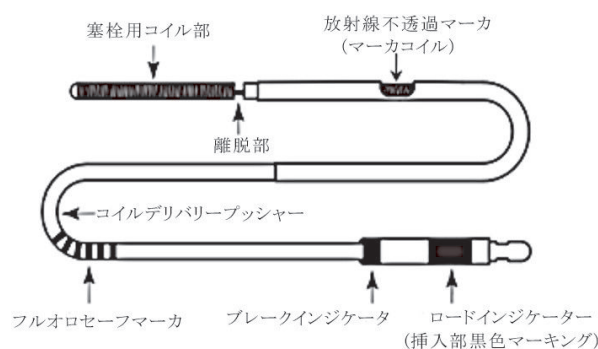

図1
- 本品をゆっくりとイントロドューサーシースから手袋を装着した手掌内に出し、塞栓用コイルや離脱部に異常がないか調べる。潜在的な異常リスクに備え、目視による確認を実施すること。異常がある場合は、新しい本品と交換する(図1参照)。